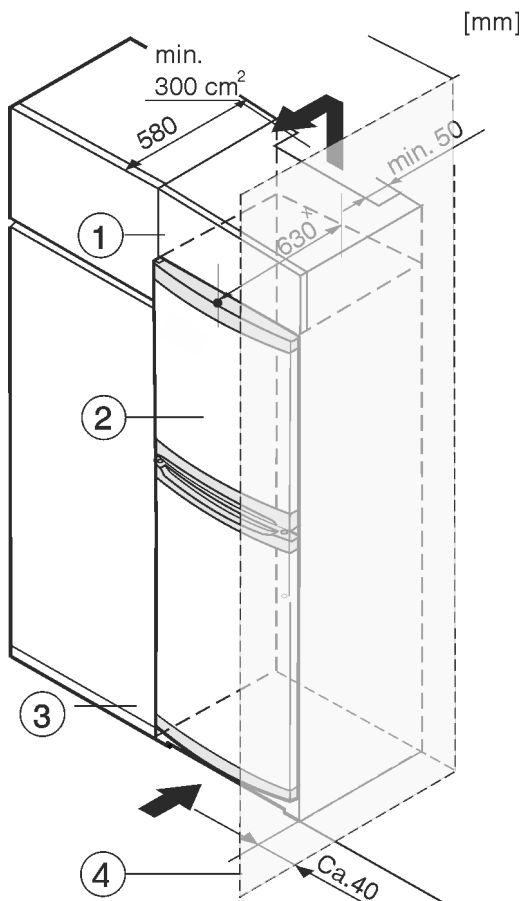

Fig. 8
- (1) Viseći ormar
- (2) Uređaj
- (3) Kuhinjski ormar
- (4) Zid
Uređaj se može adaptirati za ugradnju u kuhinjske ormare. Kako biste uređaj *Fig. 8 (2)* prilagodili visini kuhinjskog namještaja, iznad uređaja možete postaviti viseći ormar *Fig. 8 (1)*.
Kod adaptacije s kuhinjskim ormarima (dubina maks. 580 mm) uređaj se može postaviti izravno uz kuhinjski ormar *Fig. 8 (3)*. Uređaj stoji bočno 34 mm * i u sredini uređaja 50 mm * nasuprot pročelju kuhinjskog ormara.
Kada se uređaj postavlja s okovima pored zida *Fig. 8 (4)*, razmak između uređaja i zida mora iznositi najmanje 40 mm. To odgovara stajanju ručice kod otvorenih vrata.